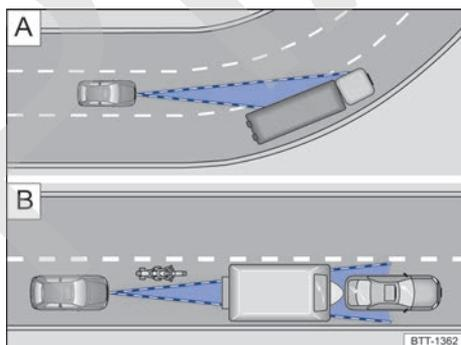

Fig. 119 **A**) Tramo en curva. **B**) Vehículos fuera del radio de acción del sensor de radar.
El sensor de radar mide siempre en línea recta. Por ello, en las curvas pronunciadas puede que detecte vehículos erróneamente o que no detecte vehículos que circulen por delante → fig. 119 .
- En caso de vehículos que circulen fuera de la zona del sensor a poca distancia de su vehículo, p. ej., motocicletas → fig. 119 .